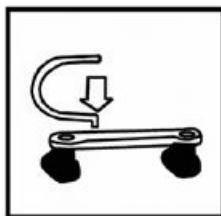

Abb. 1
- Die drehbaren Räder in die Fahrgestellleisten anschrauben und das gebogene Bügelende in die Öffnung in jede Leiste (Abb. 1) einfädeln. 1).